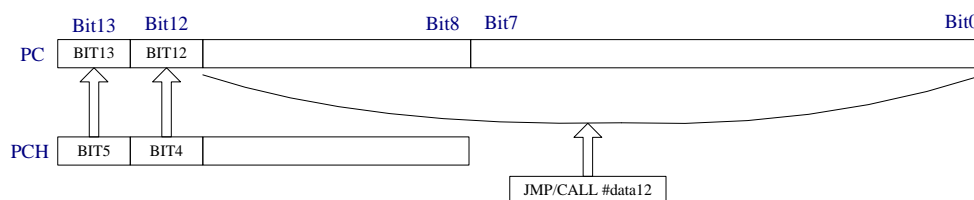

图 3.4执行 JMP/CALL 指令时 PC 的变化图
当需要改变程序计数器到固定地址（包括跳页）时，可以通过写 PCH 寄存器确定高 6 位地址（写 PCH 寄存器不会改变 PC 的值），当写低 8 位地址数据到 PCL 寄存器时，程序计数器的 14 位地址数据将更新，变为 PCH 寄存器和 PCL 寄存器的数据，如图 3.4 所示。
在执行 JMP 或者 CALL 指令时，程序计数器 (PC) 的值将变为 PCH\_BIT5 和 PCH\_BIT4 以及指令所带立即数 (#data12)，如图 3.4 所示。